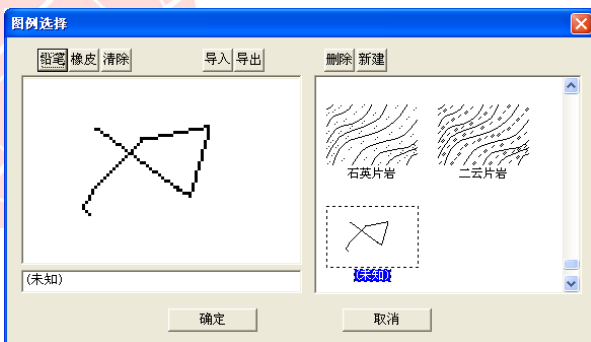

图 8.41 新建图例
- B) 新建图例：点击**新建**按钮新建一个图例到图例库，如图 8.41 所示，